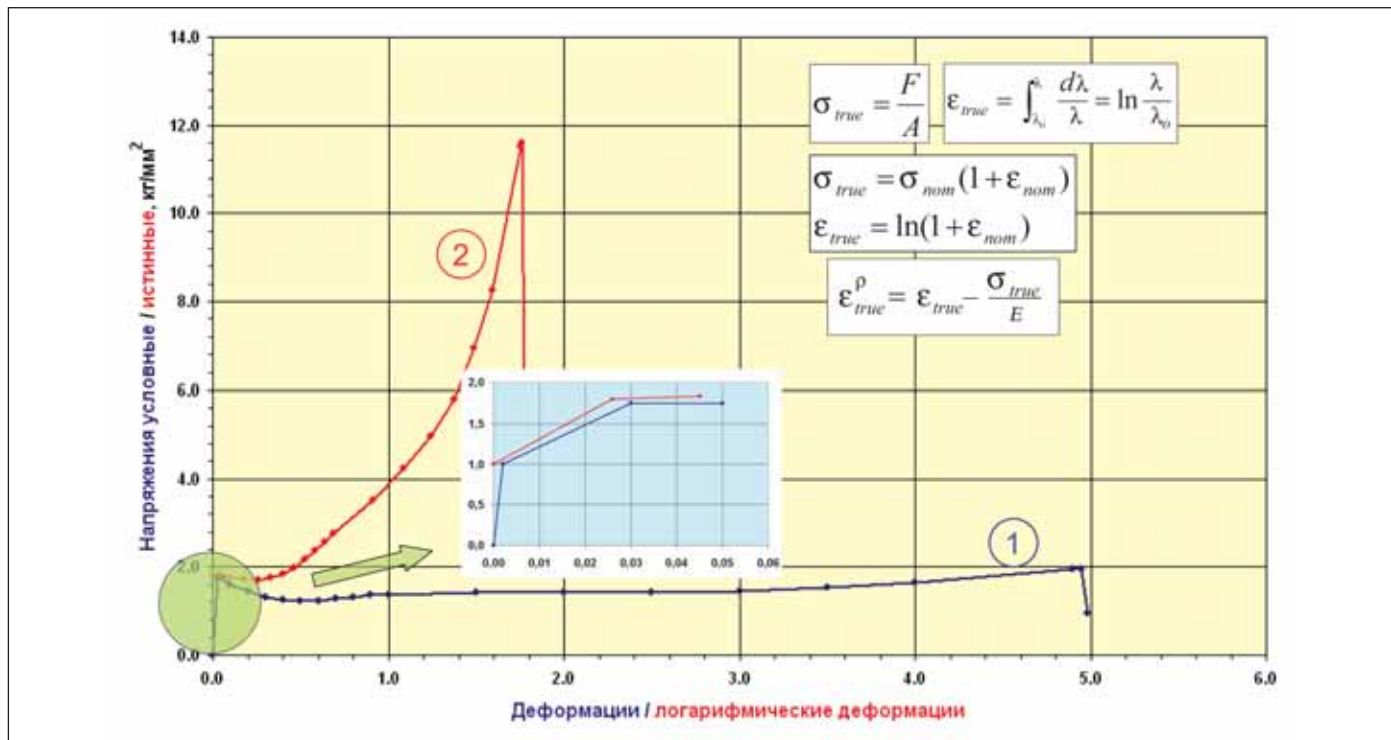

Рис. 6. Преобразование "инженерной" кривой в "научную"
В итоге (рис. 6) из "инженерной" кривой (1) была получена "научная" (2), которая и используется в расчетах. Здесь же приведены формулы преобразования, где индекс "nom" соответствует деформациям и напряжениям для "инженерной" кривой, а индекс "true" — для "научной".